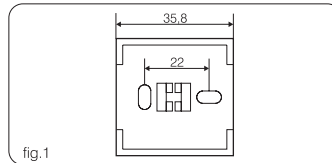

fig.1
- a parete con bassetta plastica (fig. 1) e calotte coprimorsetti in dotazione